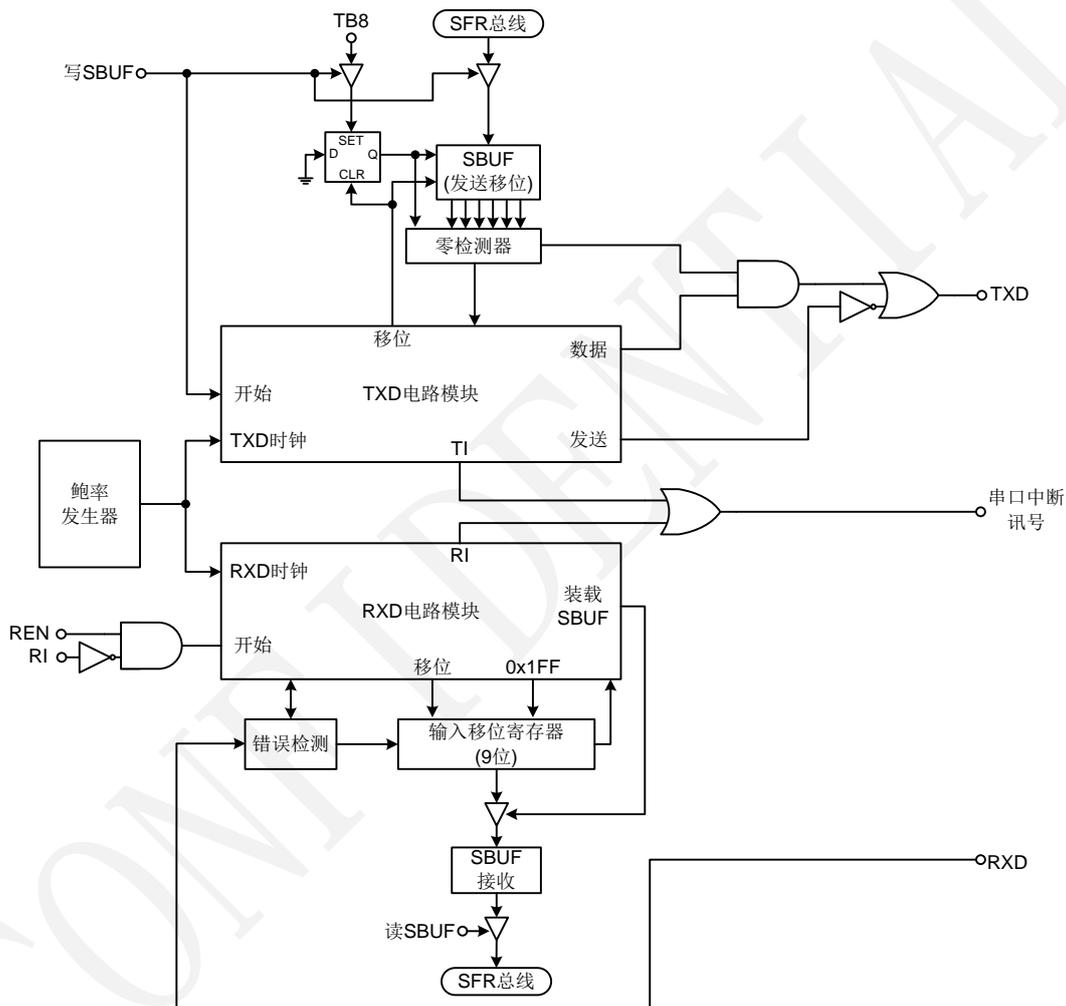

图14-2 TK18 串口模块结构框图
- **Mode 1:** 在此模式下，不管是接收资料还是资料传出，其速率由 SCON2 与 SCON3 寄存器决定。如图 14-2 所示为 TK18 UART 串列埠的架构，只要将要送出得资料放入 SBUF，例如「SBUF=0x12」，则 0x12 写入 SBUF 的动作会在 S6 的 2 周期，将「1」放入 SBUF 左边的正反器(视为第 9 位)，以做为结束传送的识别位，同时启动 TX 控制器的开始信号，而 TX 控制器的送出信号输出 1，则 TxD 接脚即可输出移位脉波，开始传出资料。紧接着，SBUF 内的资料，依序移位经 RxD 接脚输出，同时在 SBUF 左边补入 0。当送出八个位时，